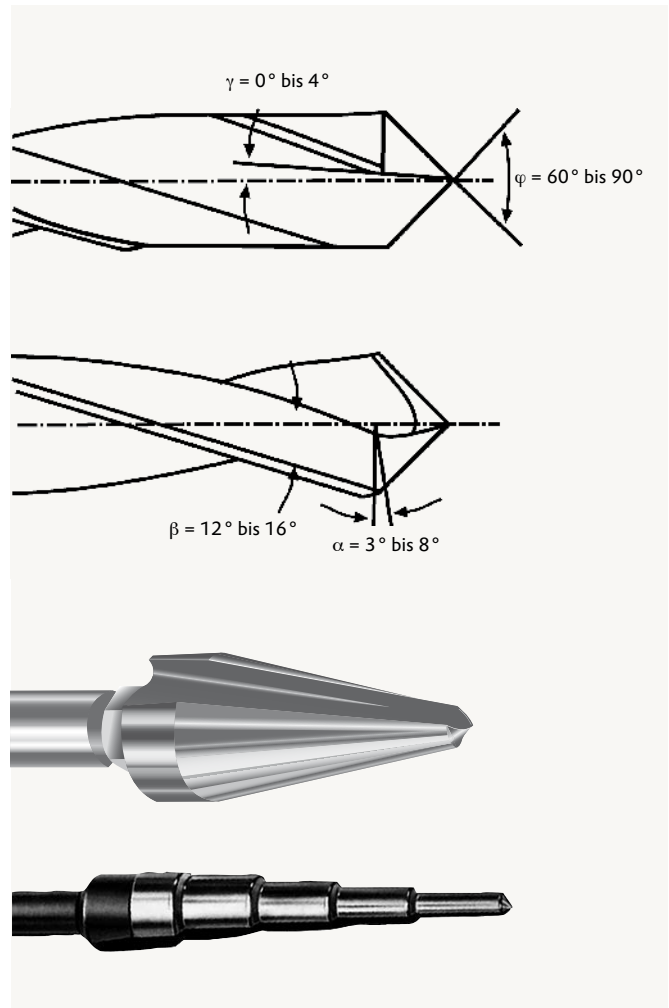

Abb. 7: Geeignete Bohrer
7.2 Geeignete Bohrer sind für PLEXIGLAS® Stegplatten (Abb. 7)